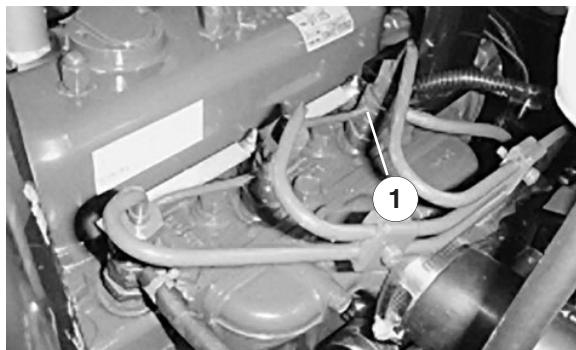

Bild 27
1. Lösen Sie den Leitungsanschluss an der Einspritzdüse Nr. 1 und der Halterungsgruppe an der Einspritzpumpe (Bild 27).